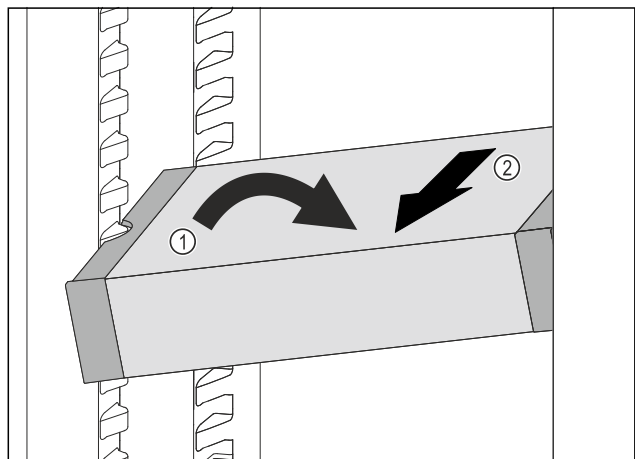

Fig. 158
- ▶ VarioSafe im Kühlteil schräg stellen. Fig. 158 (1)
- ▶ VarioSafe nach vorne entnehmen. Fig. 158 (2)